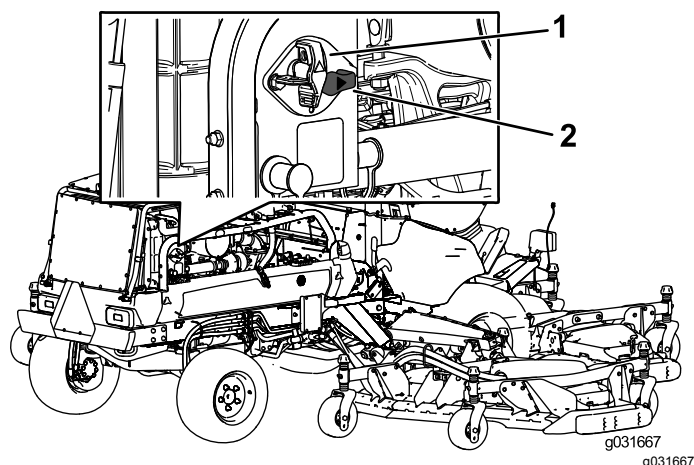

Рисунок 71
- Чтобы подать электропитание на машину, поверните переключатель отсоединения аккумуляторной батареи по часовой стрелке в положение Вкл. (Рисунок 71).
- Чтобы отсоединить электропитание от машины, поверните переключатель отсоединения аккумуляторной батареи против часовой стрелки в положение Выкл. (Рисунок 71).